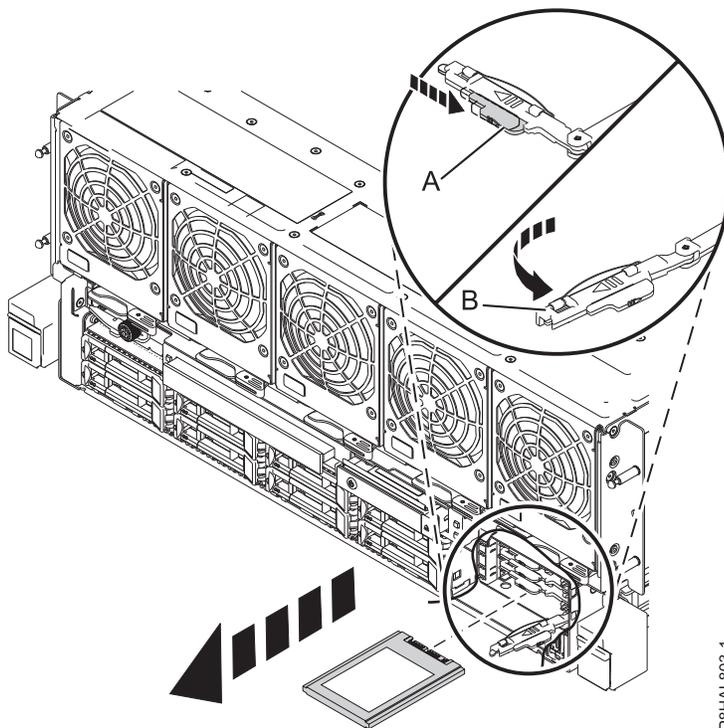

Figura 33. Remover uma unidade SSD de um sistema de 8408-44E ou 8408-E8E
- Quando o LED de identificação acender, desbloqueie a pega do compartimento de unidade **(B)** ao empurrar o trinco da pega **(A)** na direcção demonstrada e ao puxar a pega do compartimento de unidade **(B)** para fora, conforme demonstrado em Figura 33. Se a pega não estiver completamente fora, a unidade de disco de segunda geração não poderá deslizar para fora do sistema.